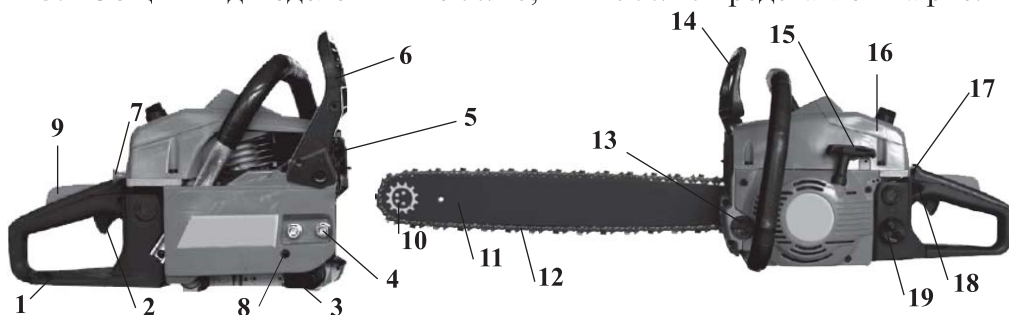

рис.2
3.2 Общий вид моделей БП-1900/18; БП-2500/20 представлен на рис. 2